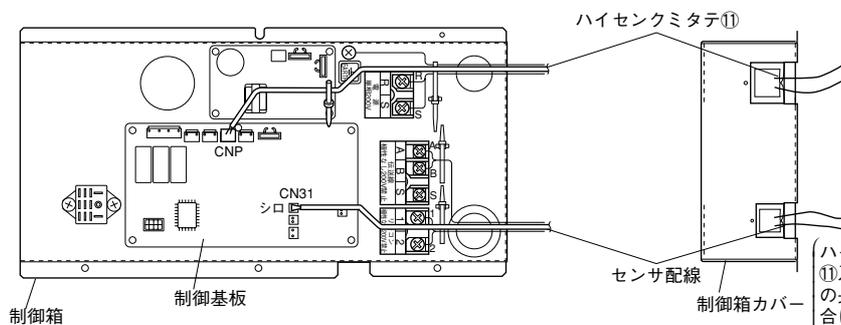

図13
- 3) ハイセンクミタテ⑪及びセンサ配線の経路は、本体後ろの開口部から制御箱へとしまわしてください。制御箱内の配線経路は図13を参照してください。
- 4) ハイセンクミタテ⑪のコネクタ(青)を制御基板上のコネクタ(CNP)へ、センサ配線のコネクタ(白)を制御基板上のコネクタ(CN31)へ、それぞれ差し込んでください。—図13
- 5) 制御箱カバーの配線穴からハイセンクミタテ⑪及びセンサ配線を貫通させた後、制御箱カバーを元どおり取付けてください。—図13